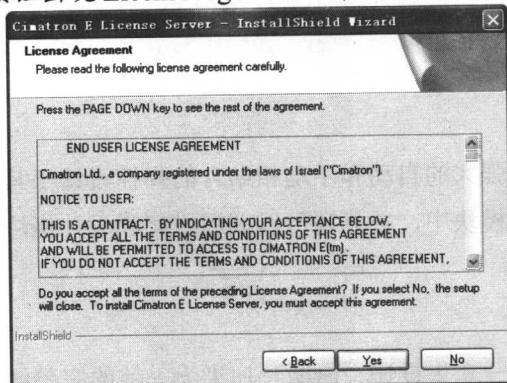

图1-3
- 单击 **Next >** 按钮出现 License Agreement 界面, 如图 1-3 所示。